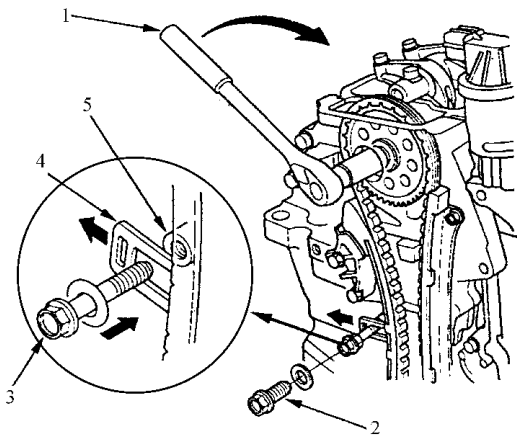

图 2-95 固定曲轴带轮
5) 将曲轴带轮固定，如图 2-95 所示，把套筒扳手套在凸轮轴链轮螺栓上。拆下维护螺栓，顺时针转动凸轮轴，压缩正时链张紧器，将 M6 × 1.0mm 螺栓穿过正时链张紧器，装入缸体上的螺栓孔内。